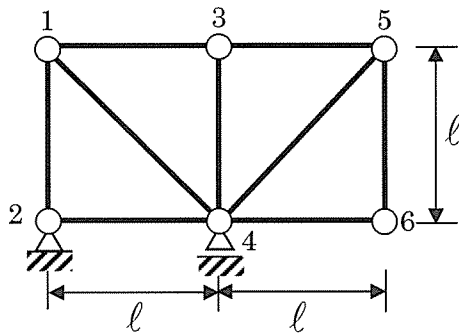
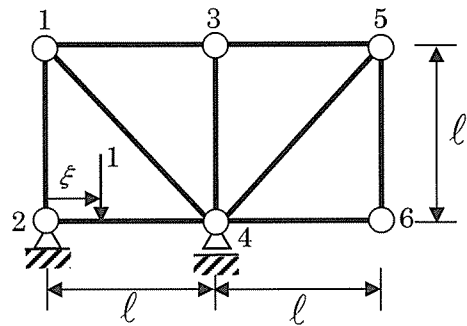
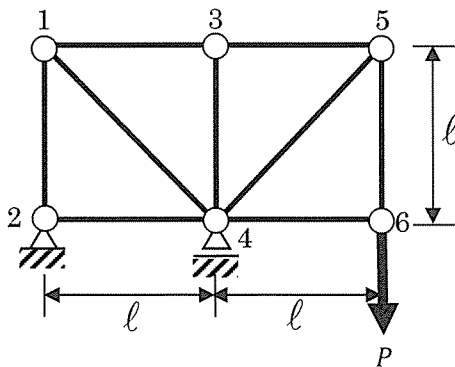

図 1
図 2
図 3
I 図1に示すトラスについて答えよ。ただし、トラス格点には間接载荷により荷重が作用するものとし、格点2は不動ヒンジ支承（固定ヒンジ支承）で格点4は可動ヒンジ支承で支持されており、すべての部材の軸方向の伸び剛性は $EA$ とする。
- (1) 図1のトラスの格点2から格点6まで図2のように単位荷重が水平移動（格点2から水平方向右向きに距離を $\xi$ ）したときの部材1-4の影響線を描きなさい。
- (2) 図1のトラスの格点2から格点6に一樣に単位長さあたり $q$ の分布荷重が鉛直下向きに作用したときの部材1-4に作用する軸力を必要に応じて（1）の結果を利用して求めよ。
- (3) 図1のトラスの格点6に図3のように集中荷重 $P$ が鉛直下向きに作用したときの格点6の鉛直方向変位 $v_6$ を求めよ。
- (4) 図1のトラスの格点1を図4のように可動ヒンジ支承で支持したときに、格点6に集中荷重 $P$ が鉛直下向きに作用したときの格点1に設置した支承の水平方向の反力 $R_{H1}$ を求めよ。